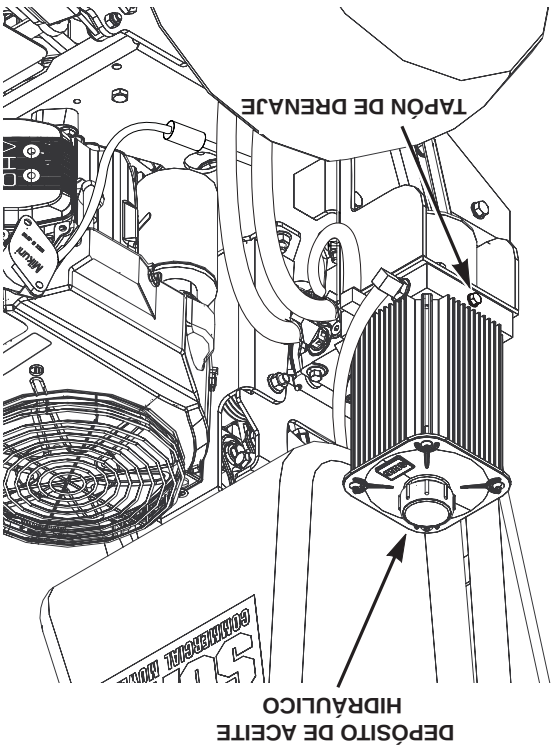

Figura 7-2 Depósito de aceite hidráulico
2. Coloque un recipiente adecuado debajo del filtro de aceite hidráulico. Quite la tapa del depósito de aceite hidráulico. Retire el tapón de drenaje de la conexión en la base del depósito. (Vea la Figura 7-2). Permita drenar el fluido en el recipiente y deséchelo apropiadamente.